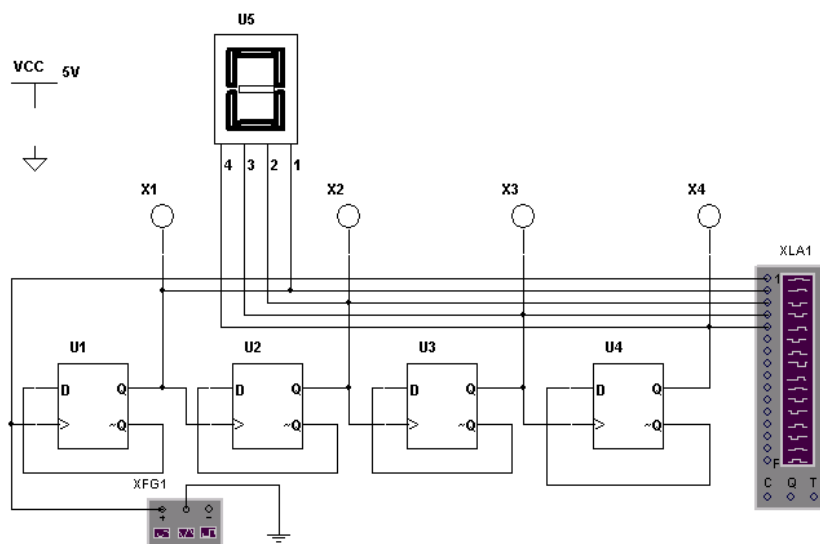

Рис. 42. Четырехразрядный вычитающий счетчик
1. Нарисовать схему четырехразрядного счетчика, считающего в обратном направлении (рис. 42).